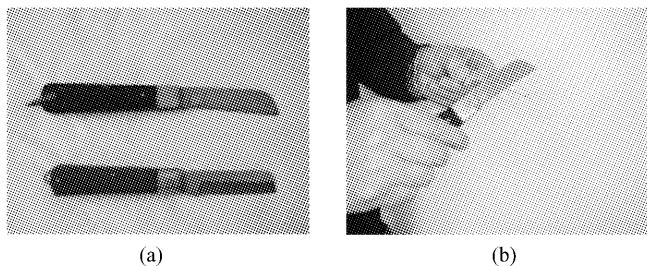

图 1-5 电工刀及其使用
(5) 电工刀如图 1-5(a)所示,是一种绝对不能带电操作的电工常用工具,因为它的手持部分不是绝缘的。它主要用来剥除导线及电缆绝缘层,也可以用来剥削木质材料及金属导体氧化层。使用时刀刃应向身体外侧用力,以防伤到使用者,如图 1-5(b)所示。使用后将刀片折进刀柄内保管。